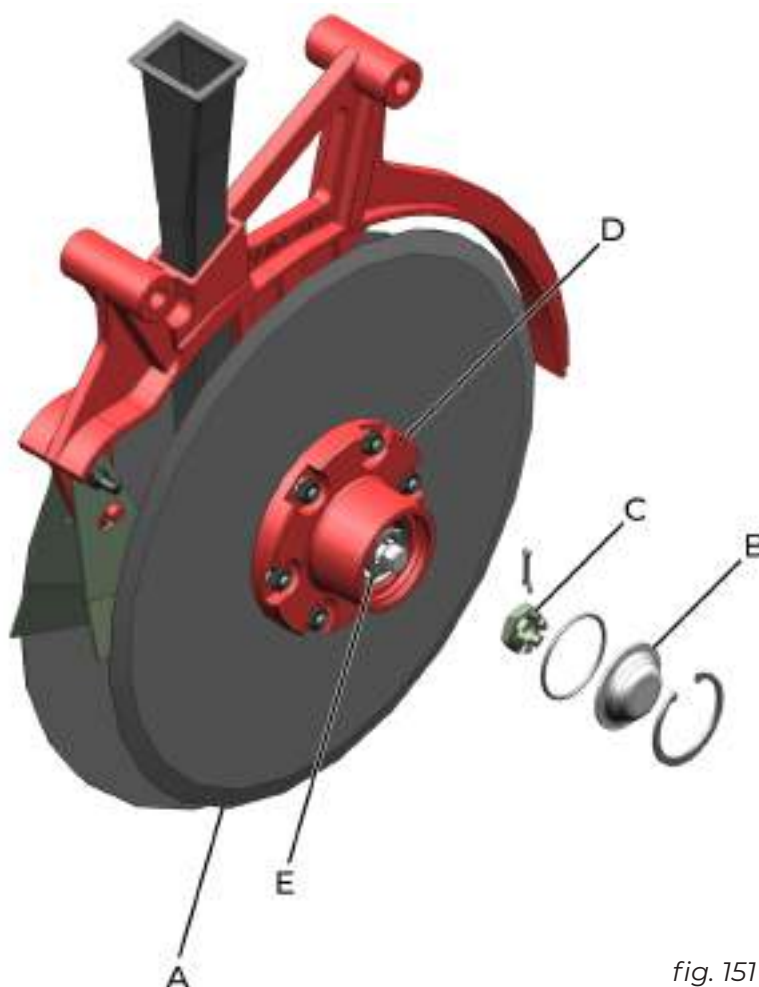

fig. 151
A cada revisão ou uma safra, realize a manutenção dos discos duplos (A) (fig. 151), cubos e rolamentos procedendo da seguinte forma:
- 1- Retire a calota externa (B), soltando a porca castelo (C);
- 2- Lave o cubo (D) e retire a graxa velha;
- 3- Verifique sempre se há folgas no cubo (D) e rolamentos (E), se houver, faça os devidos ajustes;